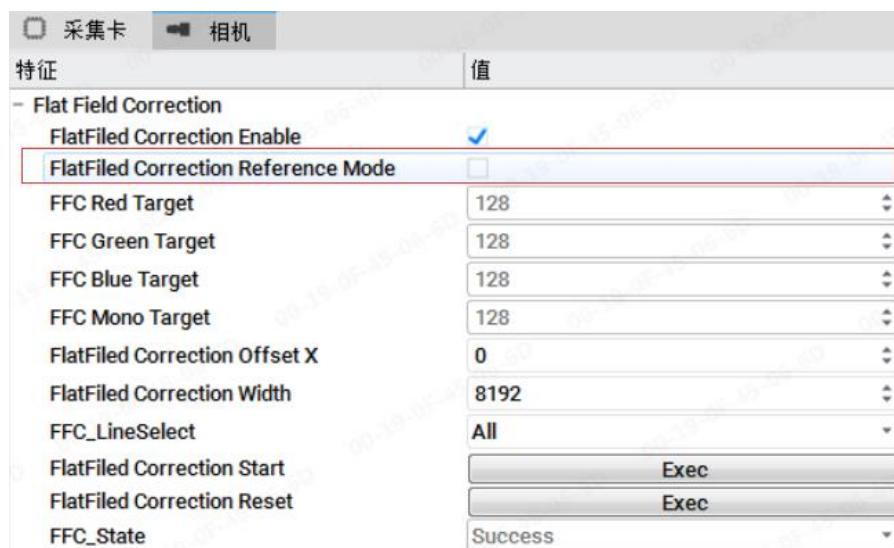

图 4.1-2 参考值校正模式
- (1) 相机自由运行模式连续取图。
- (2) 参考校准模式 PRNU Correction Reference Mode,勾选即使能该模式,可以使相机校正到一个固定的灰度值。如图 4.1-2 所示;如无需要可取消勾选,禁用该功能。